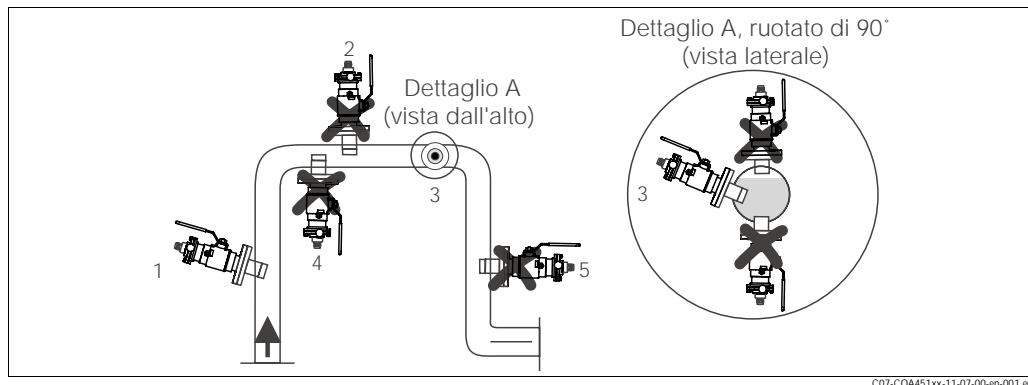

Fig. 13: Posizioni di installazione del sensore consentite e non consentite
- Non installare l'armatura dove possono formarsi schiuma o cuscinetti d'aria o dove le particelle sospese possono posarsi sull'ottica del sensore (→ Fig. 13).